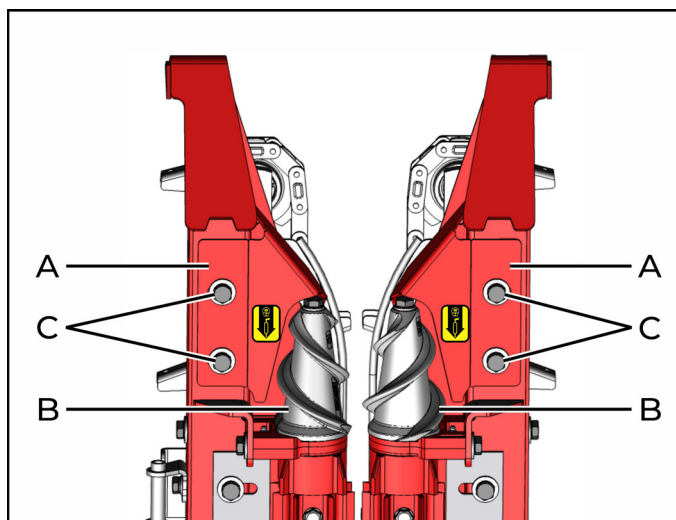

fig. 48
La posición de los protectores frontales (A) (*fig. 48*) de los rodillos recolectores (B), debe ajustarse correctamente para evitar la entrada de material que pueda enredar los rodillos. El ajuste se debe llevar a cabo por medio del desplazamiento de los protectores (A), aflojando los tornillos (C) para que queden lo más próximos posibles y dejando una holgura mínima.